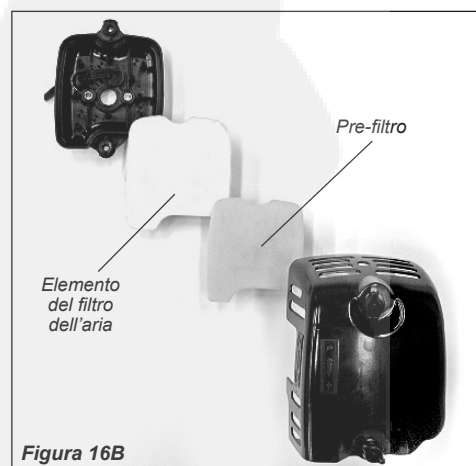

Figura 16B
2. Rimuovere e ispezionare il prefilto. Se il prefilto è distorto o danneggiato, sostituirlo con uno nuovo. Vedere Figura 16B.